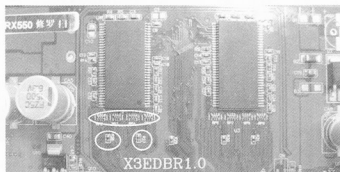

图 5-89 排阻和电阻
(6) 观察 B 通道的电路分布, 有 4 个排阻, 应该是布数据线, 还有两个电阻连着细线, 应该为控制线, 如图 5-89 所示。因为刚才的测试结果显示 B40~B47 有错, 而一般整组出错的一般为控制线故障。